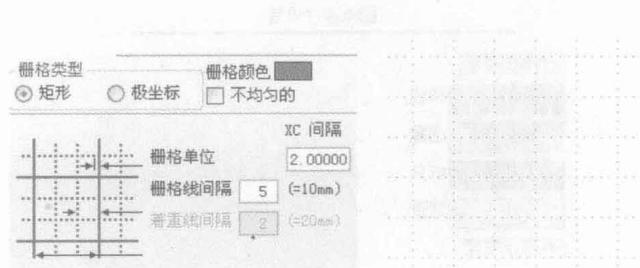

图 1-8 Show Emphasis Line 示意图
- Show Emphasis Line $\blacksquare$ ：单击该图标，在某倍数的栅格线上显示强调线，如图 1-8 所示，倍数在【栅格线间隔】文本框中设置。